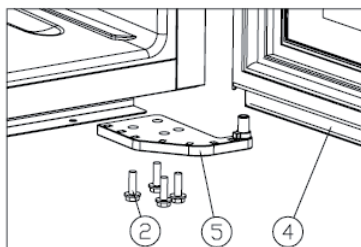

Ilustración 2
3. Suelte los 16 tornillos M5 (2), retire la bisagra inferior derecha de la puerta (5) (véase ilustración 2).